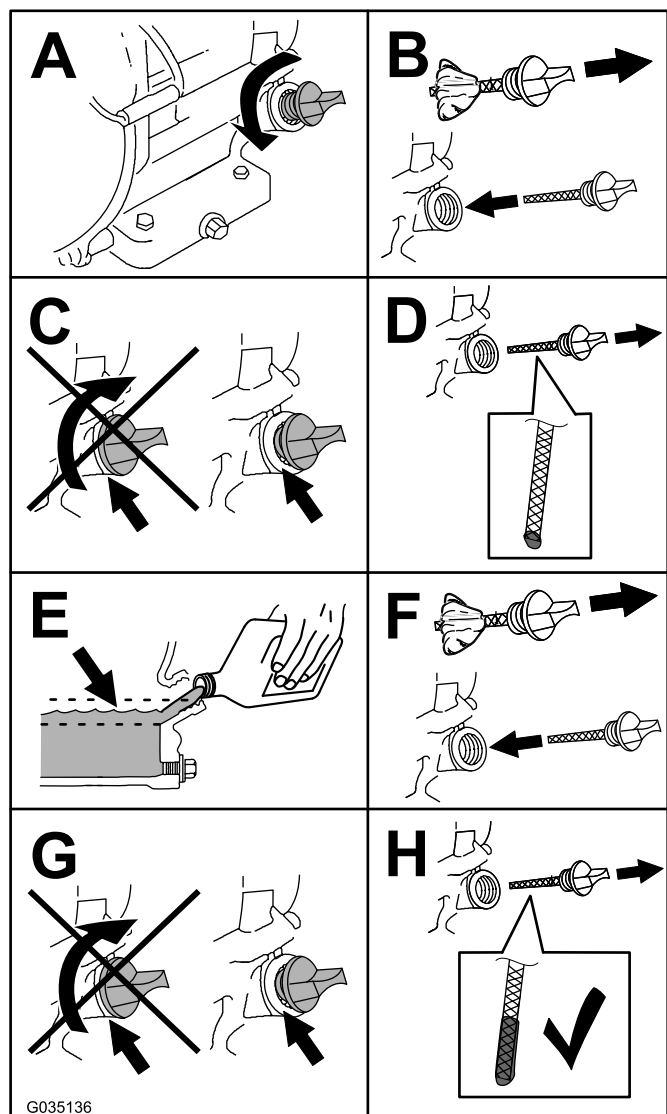

Figura 52
4. Compruebe el nivel de aceite como se muestra en Figura 52.
- Retire la varilla (Figura 52) y vierta aceite lentamente en el orificio de llenado hasta que el nivel de aceite llegue a la marca de límite superior (borde inferior del orificio de llenado de aceite) de la varilla.